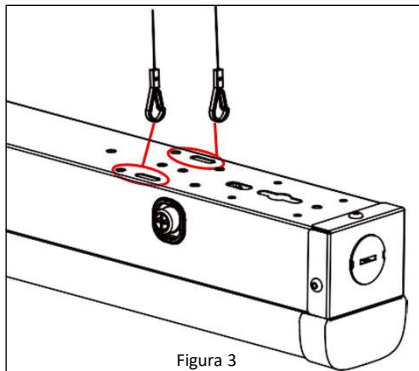

Figura 3
7. Instala los anclajes de pared provistos en los orificios piloto hechos en el paso anterior. **Ver la Figura 3.**
7. Fija las presillas a la parte posterior de la lámpara. **Ver la Figura 3.**